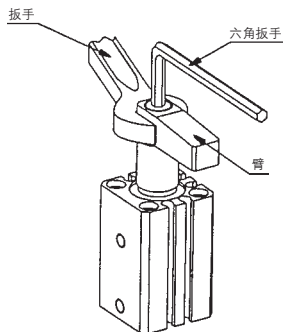

图1
① 臂从活塞杆上装卸时，不是固定缸体，而是用扳手等保持臂，拧紧或旋松螺钉(见图1)。